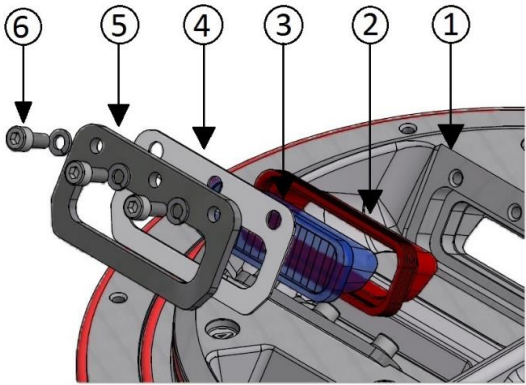

Figure 24 – Joints du prisme
- joints du prisme montés entre le couvercle et le prisme (Figure 24- n°2).